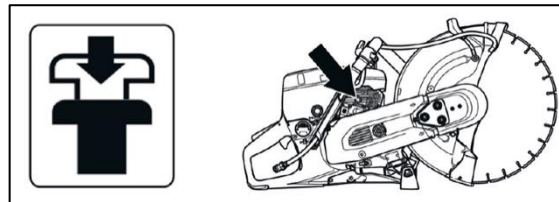

Рис. 23
2. Утопите клавишу клапана декомпрессора (клапан автоматически закроется при запуске) (Рис. 23).